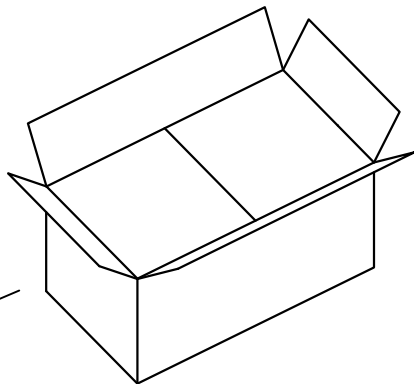

图4 外箱
- 3: 如图4, 每外箱装10内盒, 数量为10X(2000pcs)。